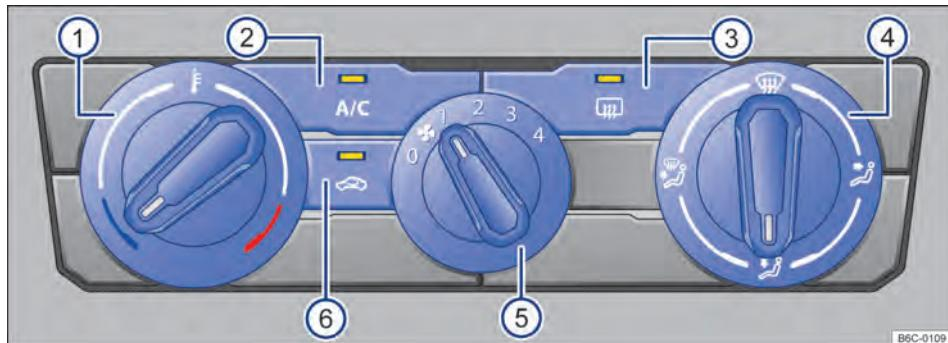

Fig. 84 Comandos do ar-condicionado.
- Ar-condicionado: girar o regulador do ventilador para o nível 0 → Fig. 84 ⑤.
- Ar-condicionado: pressionar o botão → Fig. 84 ② para ligar e desligar o funcionamento da refrigeração.
- Ar-condicionado: girar o regulador rotativo esquerdo → Fig. 84 ①.
- **Ar-condicionado:** girar o regulador do ventilador → Fig. 84 ⑤.
- **Ar-condicionado:** pressionar o botão  → Fig. 84 ⑥.
- **Ar-condicionado:** girar o regulador da direita → Fig. 84 ④ para posição desejada.
- **Ar-condicionado:** girar o regulador direito para a posição  → Fig. 84 ④.
- **Ar-condicionado:** pressionar o botão  → Fig. 84 ③.